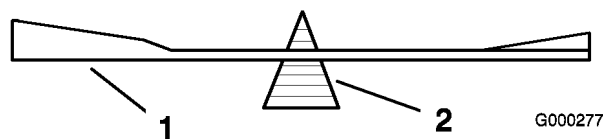
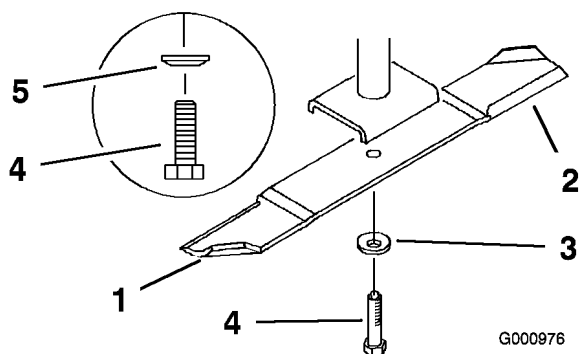

Figura 74
Figura 75
2. Togliete il bullone, il disco elastico e la lama dall'asse del fusello (Figura 75).
2. Controllate l'equilibrio della lama posizionandola su un bilanciatore (Figura 74). Se la lama rimane in posizione orizzontale, è bilanciata e può essere utilizzata. Se non è bilanciata, limate del metallo soltanto dall'estremità della costa (Figura 75). Ripetete la procedura finché la lama non è perfettamente bilanciata.
1. Montate la lama sull'asse del fusello (Figura 75).
2. Montate il disco elastico e il bullone della lama. Il cono del disco elastico deve essere montato verso la testa del bullone (Figura 75).